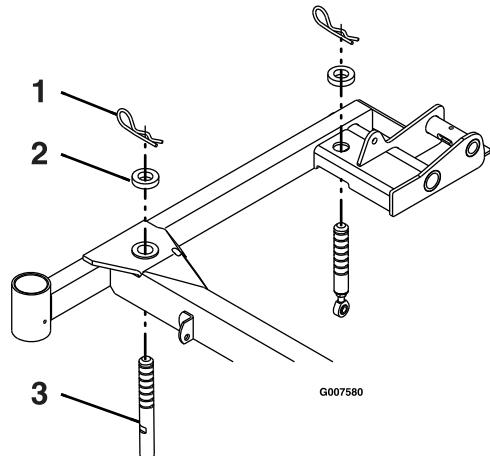

Figura 60
3. Compruebe que todos los pasadores de horquilla están en los taladros de altura de corte de 7.62 cm (3") con los espaciadores debajo de los pasadores de horquilla (Figura 60).
4. Acorte o alargue cada pasador de soporte de la carcasa de corte para obtener una altura en la punta de las cuchillas de 7.62 cm (3") en la parte delantera de la carcasa y 8.26 cm (3¼") en la parte trasera de la carcasa (Figura 60).